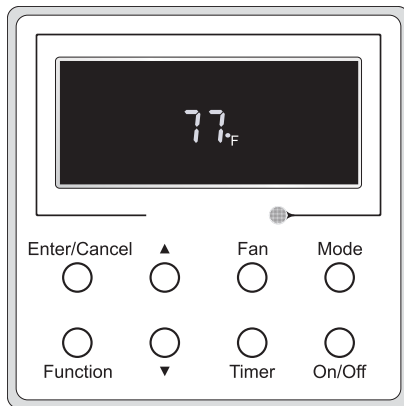
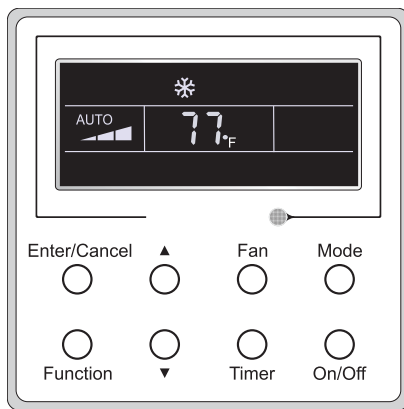

Fig. 5 — État d'arrêt
Fig. 6 — État de marche
**REMARQUE :** La fig.5 affiche l'état d'**arrêt** de l'appareil alors qu'il est en fonction. La fig.6 affiche l'état de **marche** de l'appareil alors qu'il est en fonction.